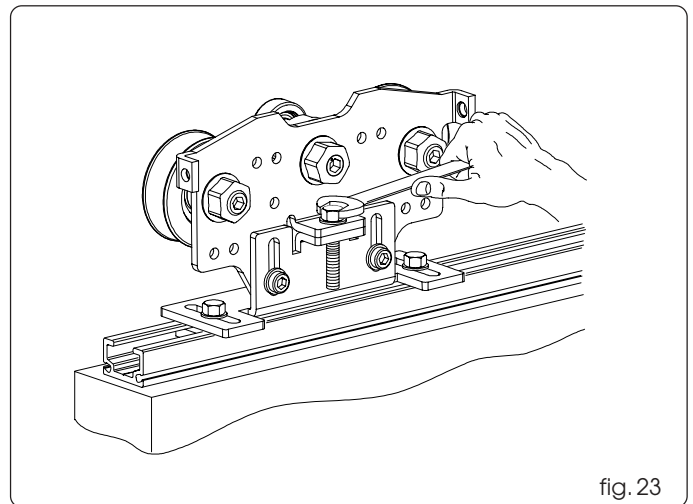

fig. 23
- Gire el tornillo (fig. 23) en sentido horario para subir las hojas, o bien en sentido antihorario para bajar las hojas.